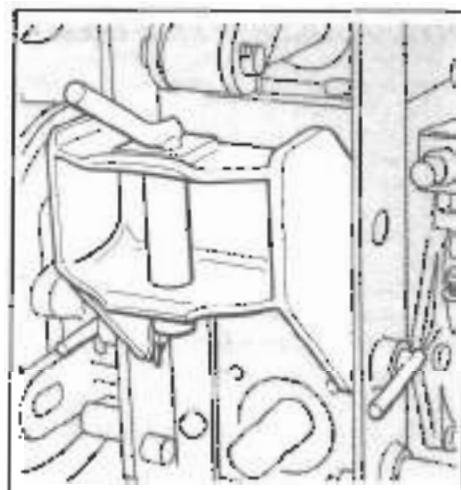

Fig. 11 - Bild 11
- a) Per i rimorchi a due assi è consigliabile fare in modo che il timone assuma una posizione all'incirca orizzontale, ma non troppo in alto né troppo in basso come avverrebbe impiegando rimorchi inadatti (vedere la fig. 11).
- For two-axle trailers:** it is suggested the drawbar be given a horizontal position, more or less in the range of 10° to 15° from the horizontal in the case of trailers not made in to spec (Fig. 11).
- Pour les remorques à deux essieux** il est recommandé de leur donner une position horizontale, mais ni trop en haut, ni trop en bas, comme il arriverait si des remorques adaptées devaient être raccordées (voir Fig. 11).
a) **Für Zweiaxsanhänger** wird empfohlen die Zugbohle ungefähr waagrecht einzuzeichnen, jedoch weder zu hoch noch zu niedrig, wie es bei Verwendung einer ungeeigneten Anhänger der Fall wäre (siehe Bild 11).